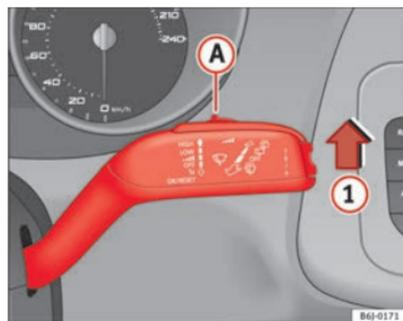

Fig. 64 Palanca del limpiaparabrisas
- Mueva la palanca del limpiaparabrisas hasta la posición ① ⇒ fig. 64.